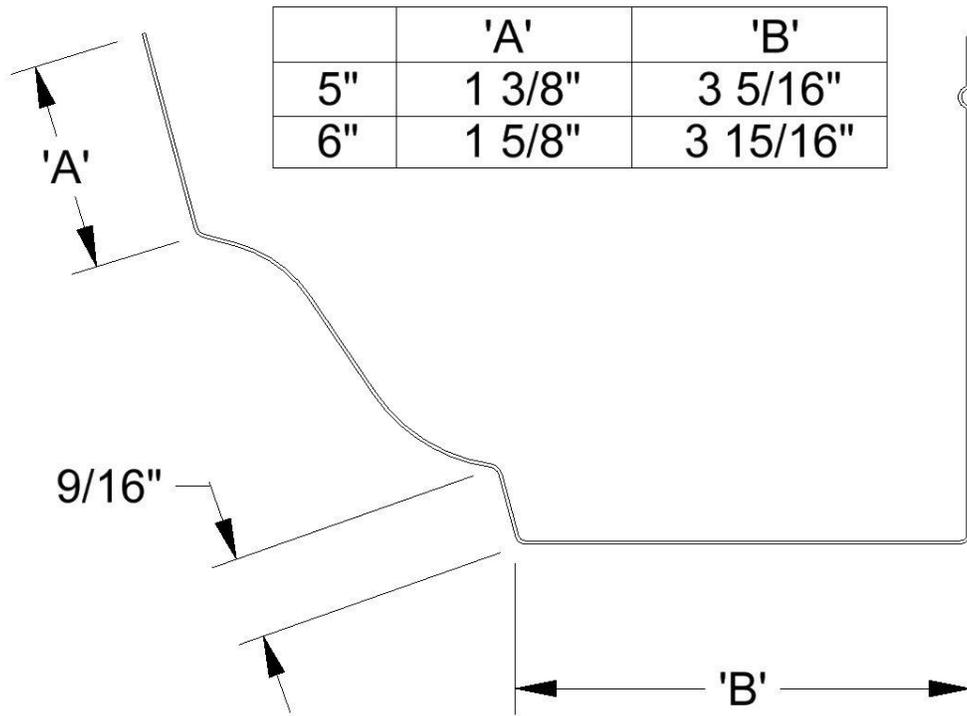

Ilustración 65: Perfil de canaleta entre los conjuntos de rodillos frontales y de la caja.
- Mientras ve la canaleta entre los rodillos frontales y la caja, la dimensión entre el punto "A" y "D" es de 1 3/8" para la canaleta de 5" y de 1 5/8" para la canaleta de 6" como se muestra en la Ilustración 65.